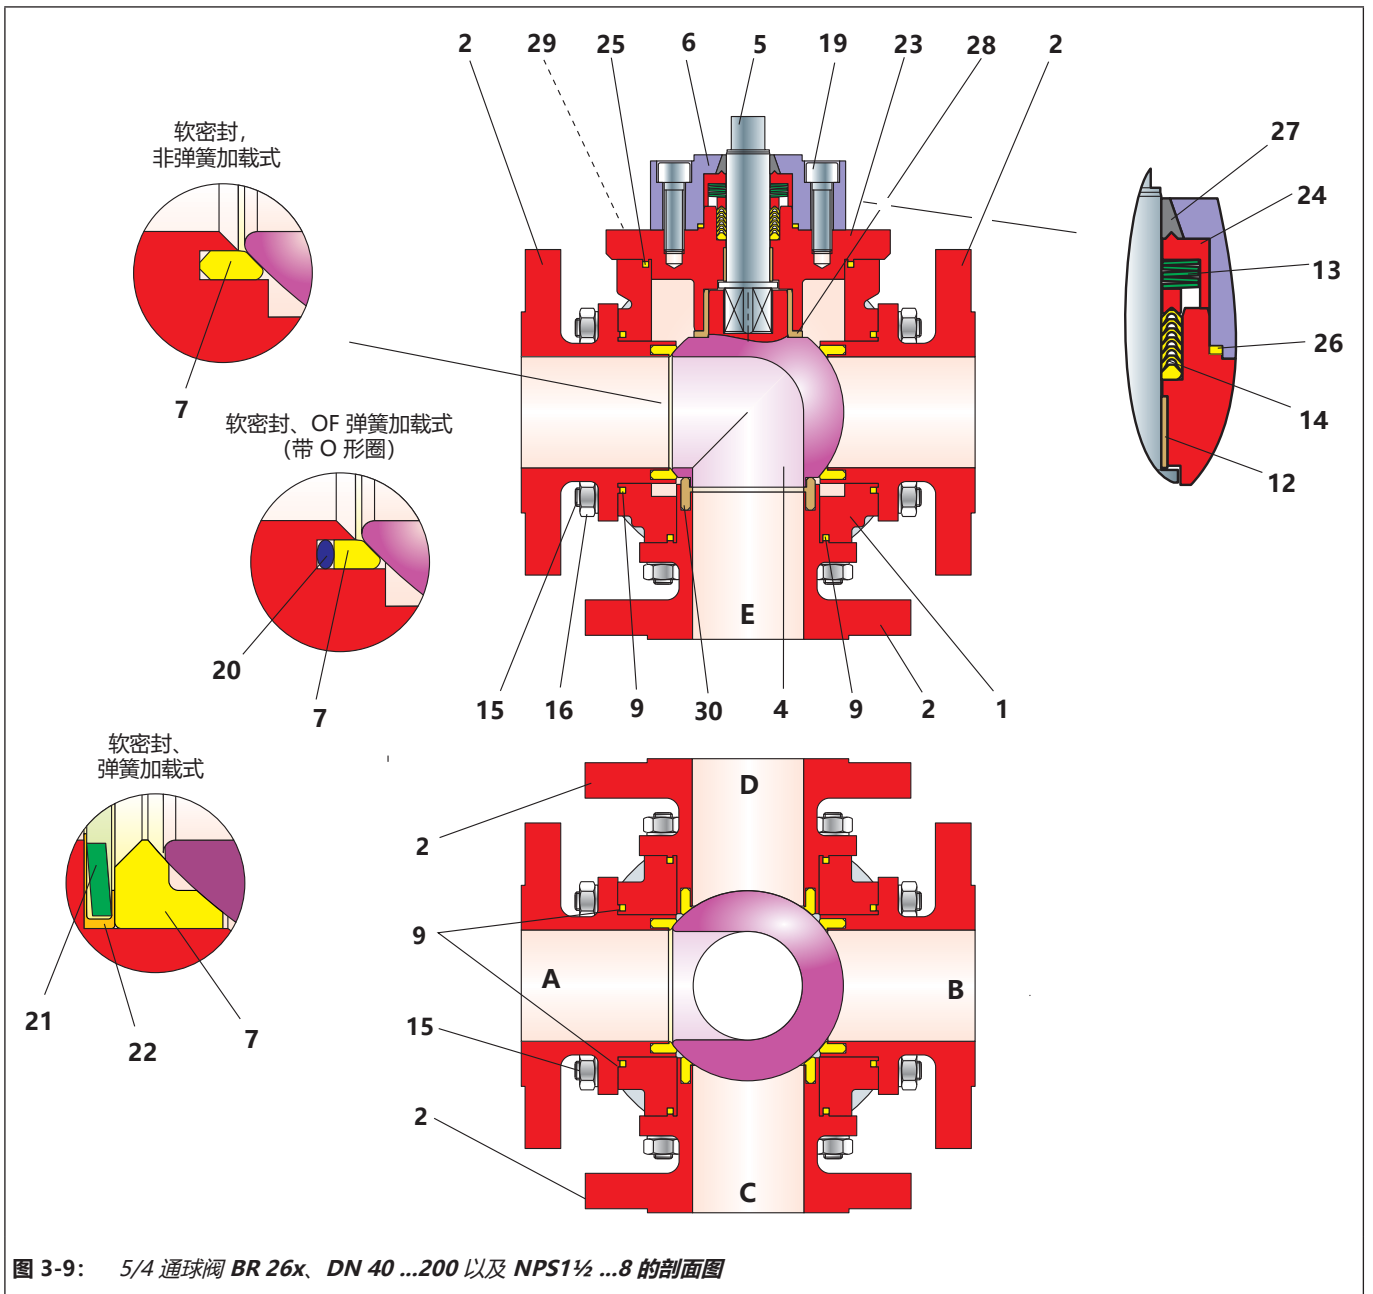

图 3-9: 5/4 通球阀 BR 26x、DN 40 ...200 以及 NPS1½ ...8 的剖面图
- ⇒ 请勿损坏控制轴 (5) 的密封表面。
- ⇒ 在将轴承套 (12) 和控制轴 (5) 定位在阀盖法兰 (23) 中时确保其未倾斜。
- ⇒ 将 V 形环填料 (14) 轻微旋转滑过所安装的控制轴 (5), 并将其插入阀盖法兰 (23) 的填料位置。有关 V 形环的排布, 请参见图 3-9。
- ⇒ 将盘簧组 (13) 穿过球阀轴 (5) 向上直抵 V 形环填料 (14)。有关盘簧排布, 请参见图 3-9。
- ⇒ 将衬套 (24) 穿过控制轴 (5) 向上直抵盘簧 (13)。
- ⇒ 将阀环 (27) 压入填料箱法兰 (6)。
- ⇒ 将 O 形圈 (26) 插入填料箱法兰 (6)。
- ⇒ 将填料箱法兰 (6) 穿过控制轴放到阀盖法兰 (23) 上。
- ⇒ 轻轻润滑螺钉 (19)。
- ⇒ 用螺钉 (19) 调整填料箱法兰。